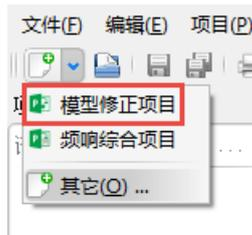

图 3.2 模型修正快捷选项
点击菜单栏“文件 (F)”下方的“新建”，或者直接点击工具栏的新建按钮，即可看到“模型修正项目”选项，如图 3.2 所示。以后便可以通过这个快捷选项来创建模型修正的工程。